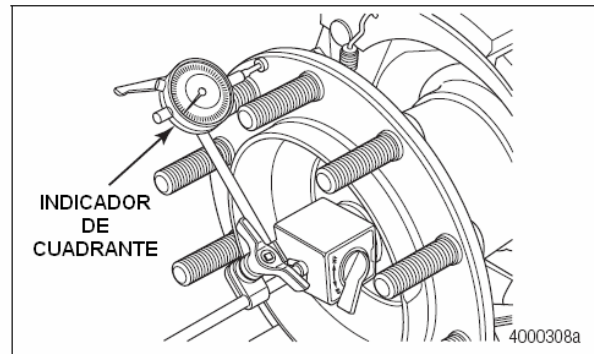

Figura 6.16
5. Reemplace la rueda y el tambor. Fije la base magnética de un indicador de cuadrante sobre el extremo de la mangueta. Figura 6.16 Toque el vástago del indicador perpendicularmente contra la cara del ensamble del extremo de rueda unitario.